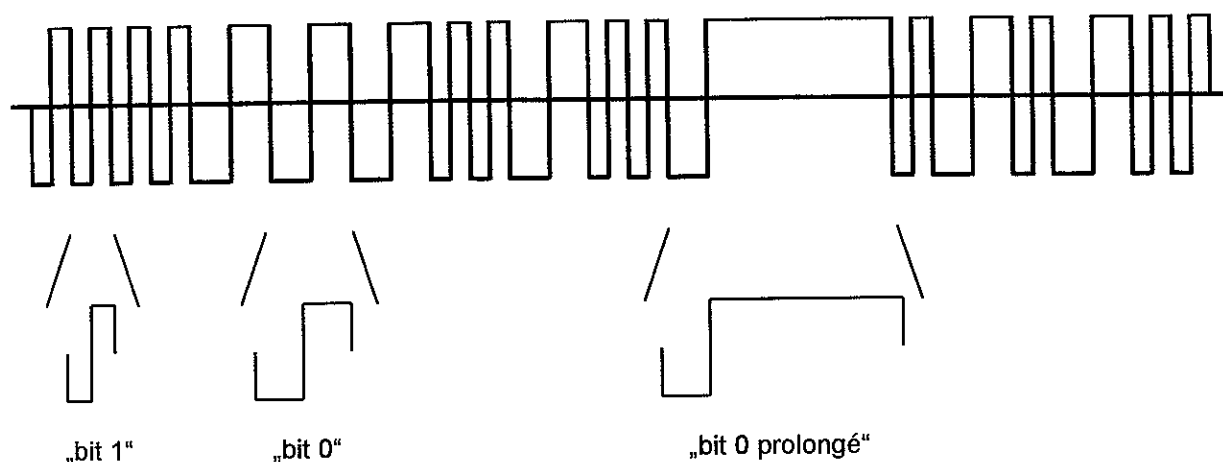

Figure 1 - Représentation des bits DCC
- Les écarts de durée doivent être de même sens dans les deux alternances „1“. (voir figure 1)
- Pour le **décodeur**: un décodeur doit reconnaître et valider tous les bits „0“ captés, dont la durée de chaque alternance est comprise entre 90 et 10000 µsecondes. (voir également figure 1)